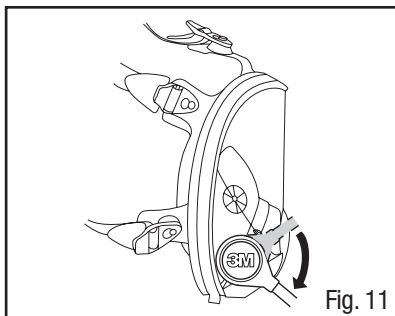

Fig. 11
2. Tourner d'un quart de tour les deux extrémités du tuyau de respiration dans le sens des aiguilles d'une montre jusqu'à ce qu'elles s'enclenchent fermement dans les raccords de verrouillage et ne puissent plus tourner (Fig. 11 et 12). Ne pas trop tourner, car cela risque d'endommager le dispositif de verrouillage. Tuyaux de respiration SA-1500/SA-2500 illustrés.